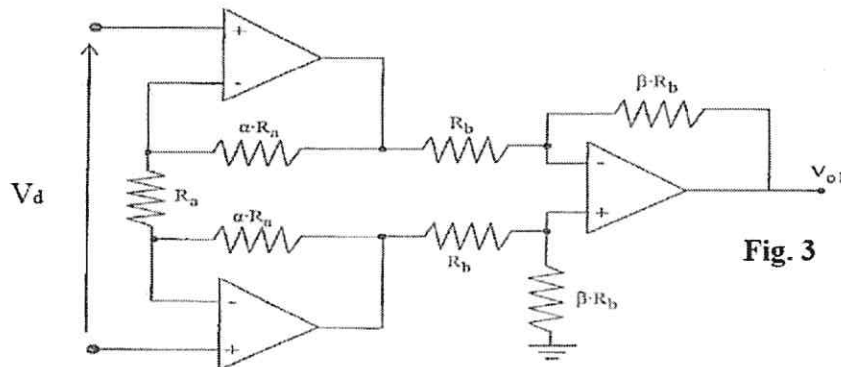

Fig. 3
Il preamplificatore per strumentazione è realizzato secondo il classico schema a tre operazionali (Fig. 3). In uscita, si consideri solo il segnale utile $S_u = V_{o1}$ e si trascuri il disturbo.
- g) Scrivere l'espressione del guadagno differenziale A_d del preamplificatore di Fig. 3.